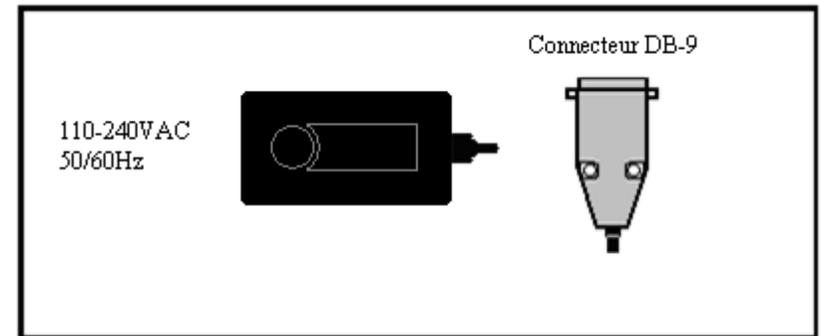

Figure 11A : Chargeur de piles
Si le BM8 est alimenté à l'aide de piles au lithium, pour charger la pile, connectez le DB-9 à l'arrière du module de lecture. (Voir Figure 11A), le BM8 sera alors en fonction. L'affichage présentera le temps de charge, la capacité (Ah), le taux de charge (A), la tension de la batterie (V) et le symbole  au bas de l'écran à droite. Si le chargeur est branché et que le symbole  n'apparaît pas, cela signifie que la source ou le câble d'alimentation est défectueux. Une fois le chargeur branché, l'écran reste en fonction pendant cinq minutes. Lorsque la pile est complètement chargée, l'écran affichera *Charge complete*. Vous pourrez alors appuyer sur ON pour activer l'affichage. Si vous débranchez le chargeur, le module s'éteindra après cinq minutes. Le Beep Mat est maintenant prêt à être utilisé.